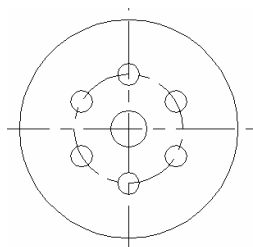

图 4-35
(5)捕捉辅助圆上的象限点绘制一个圆，半径为 6。单击【修改】工具栏上的按钮，调整数据，阵列 6 个圆。如图 4-35 所示。